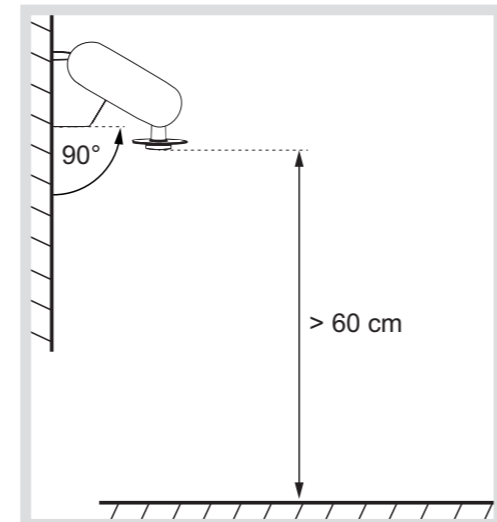
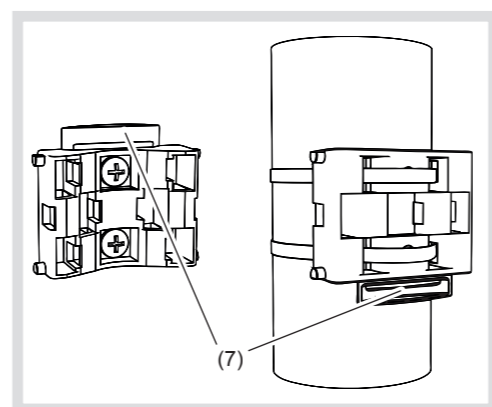

Figura 2
Figura 5: fissaggio sulla parete (sinistra)/sul palo (destra)
- La stazione meteorologica deve essere montata in posizione verticale su una parete (figura 2) o su un palo (figura 5, a destra)
- in caso di montaggio a parete, applicare alla parete il lato piatto del supporto, la forma a mezzaluna (7) verso l'alto (figura 5, a sinistra).
- in caso di montaggio su un palo, applicare sul palo il lato curvo e la forma a mezzaluna (7) verso il basso (figura 5, a destra).